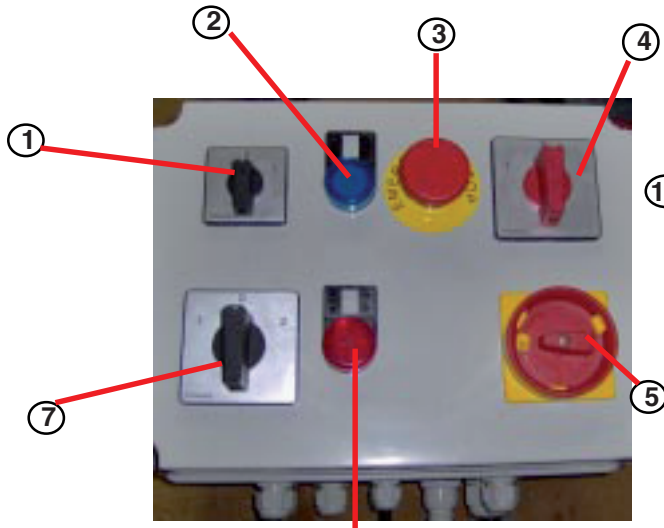

РИС. 8
РИС. 8с
**11.2 ВВОД В ЭКСПЛУАТАЦИЮ МАШИНЫ В ТРЕХФАЗНОМ ИСПОЛНЕНИИ 1106091 (см. рис. 8)**
Закройте вентиль подачи воздуха на форсунку (поз. 12); установите рубильник (поз. 5) в положение 1(ON - ВКЛ). Горящий синий световой индикатор (поз. 2) указывает на наличие напряжения. Поверните переключатель фазы (поз. 4) в положение 1 или 2: фазировка является верной, когда винт вращается в направлении, показанном на рисунке (Рис. 8с). При неверной фазировке винт вращается в обратном направлении (такую фазировку следует использовать для сброса давления). Поворотом переключателя (поз. 7) против часовой стрелки и по часовой стрелке устанавливается, соответственно, первая или вторая скорость двигателя. Откройте вентиль подачи воздуха на форсунку (или пневматическое устройство управления) (поз. 12) или запустите машину с помощью пульта ДУ, если таковой имеется: при этом насос начинает медленно вращаться. Подождите, чтобы жидкий цементный раствор в бункере дошел до уровня мешалки. После этого остановите машину с помощью пневматического или электрического устройства управления, заполните бункер и начните работу. При подключенном пульте ДУ переключатели (поз. 4.5.7.) должны находиться в положении пуска. Управление машиной в этом случае осуществляется только с пульта ДУ.
РИС. 8а
РИС. 8б